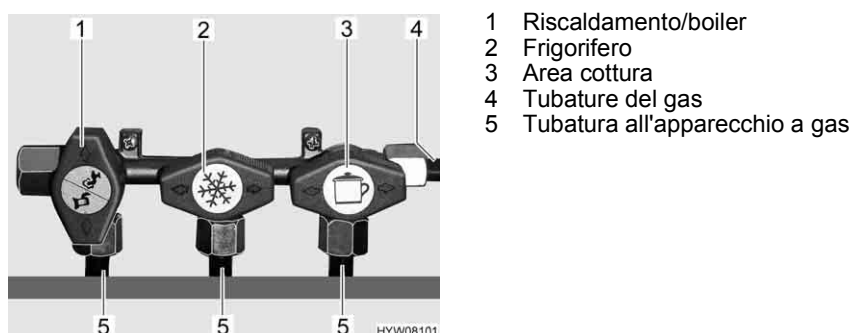

Fig. 104 Simboli dei rubinetti di arresto del gas
Nel veicolo, tutti gli apparecchi del gas sono dotati di un rubinetto di arresto del gas (Fig. 104).
- Posizionare il rubinetto di arresto del gas dell'apparecchio a gas corrispondente parallelamente (Fig. 104,1) alla tubatura (Fig. 104,5) che alimenta l'apparecchio a gas.
- Posizionare il rubinetto di arresto del gas dell'apparecchio a gas corrispondente trasversalmente (Fig. 104,2 e 3) alla tubatura (Fig. 104,5) che alimenta l'apparecchio a gas.